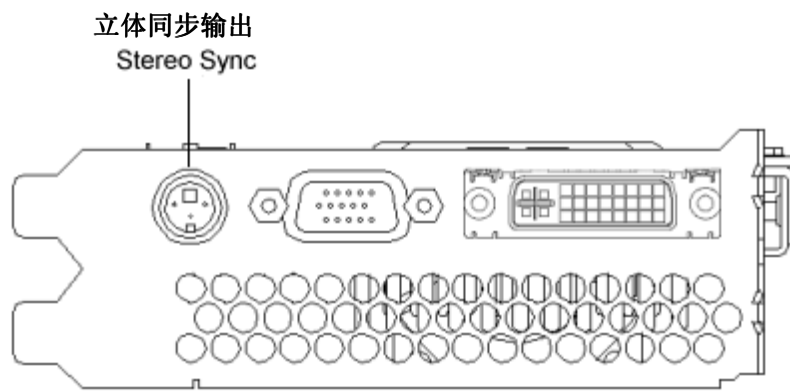

图 5. Wildcat 4110 PRO 立体输出端口
2. 将电缆的另一端与 Wildcat 4110 PRO 视频卡的立体输出端口相连（见图 5）。